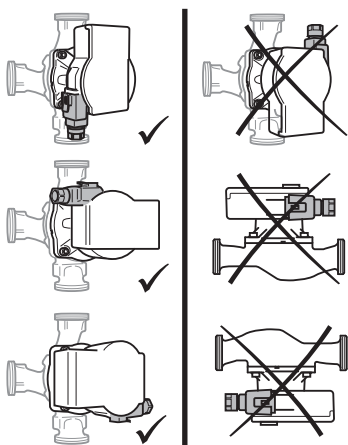

Fig. 2: Posiciones de instalación
- Seleccionar el lugar de instalación según la posición de instalación permitida (Fig. 2).
- Respete la posición de montaje (Fig. 2) permitida de la bomba y, si es necesario, gire el cabezal motor (2+6).
- Respetar la posición de instalación (Fig. 2) permitida de la bomba y la el sentido del flujo de la carcasa de la bomba (1).
- Atornille los 4 tornillos de la carcasa (5).